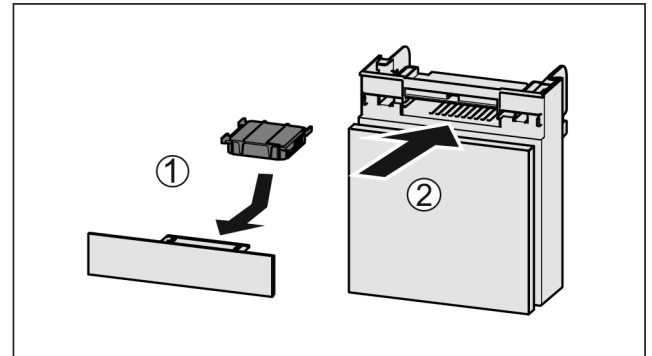

Fig. 169
- ▶ Aktivkohlefilter nach Abbildung einsetzen Fig. 169 (1).
- ▶ Fach einschieben Fig. 169 (2).